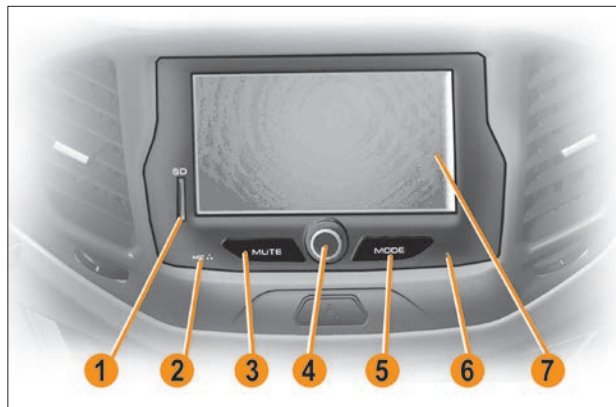

Рис. 3. Мультимедийное навигационное оборудование
2.1.1 Включение ОММН осуществляется кратковременным нажатием (1-2 сек.) на ручку энкодера 4 (рис. 3).
2.1.3 Для выключения ОММН кратковременно нажмите ручку энкодера 4 (рис. 3) и удерживайте ее в нажатом положении до выключения дисплея.
2.1.4 Для перезагрузки ОММН тупым тонким стержнем нажмите и удерживайте в течение 2-3 сек. кнопку Reset **6** (рис. 3). После перезагрузки ОММН переходит в режим «Радио» с прослушиванием первой сохраненной радиостанции.